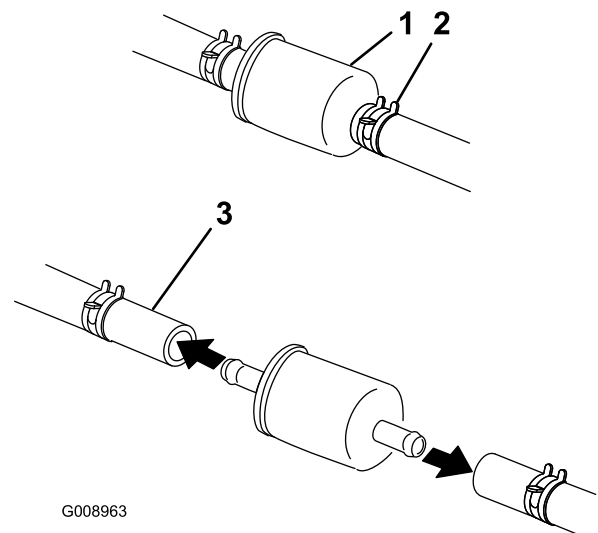

Figura 51
5. Cierre la válvula de cierre de combustible, situada debajo del asiento (Figura 51).
6. Apriete los extremos de las abrazaderas y deslícelas por el tubo alejándolas del filtro (Figura 51).
8. Instale un filtro nuevo y acerque las abrazaderas al filtro (Figura 51).